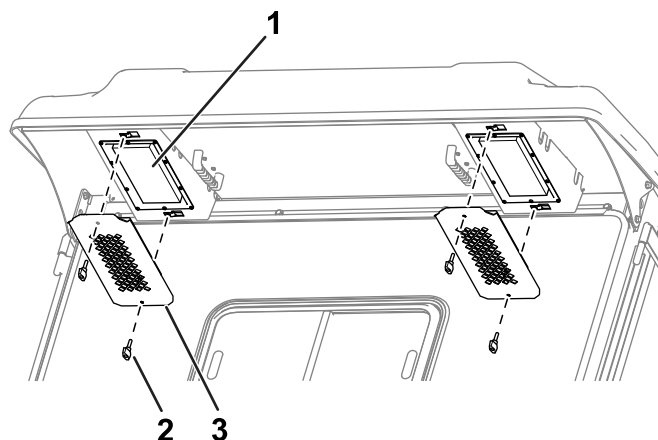

図 116
1. 後方のオーバーハング部からノブと格子を取り外す 図 116。
4. フィルタをキャブに取り付け、格子とノブで固定する 図 116。